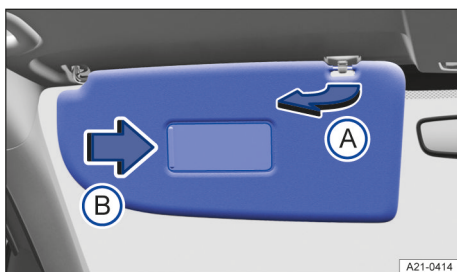

Fig. 93 En la parte delantera del revestimiento interior del techo: parasol.
2. Se pueden extraer del soporte y girar hacia las puertas → fig. 93 \(A\).
1. Desplace la tapa en el sentido de la flecha → fig. 93 \(B\).